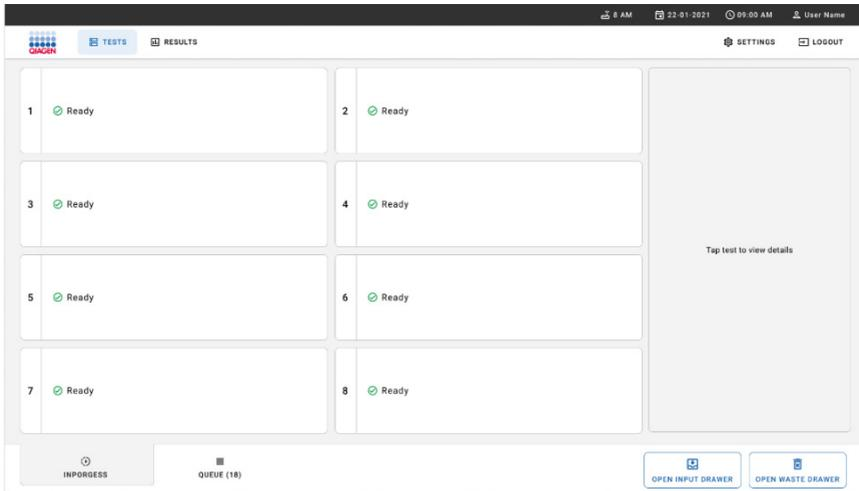

Figura 20. Pantalla principal de las pruebas.
1. Pulse el botón **OPEN WASTE DRAWER** (Abrir cajón de residuos) en la esquina inferior derecha de la pantalla principal de la prueba (figura 20).
3. Cierre el cajón de residuos tras retirar los cartuchos. El sistema escaneará la bandeja y volverá a la pantalla principal (figura 20). Si se ha retirado la bandeja para realizar el mantenimiento, compruebe que esté insertada correctamente antes de cerrar el cajón.
4. Pulse el botón **OPEN INPUT DRAWER** (Abrir cajón de entrada) en la esquina inferior derecha de la pantalla (figura 20).